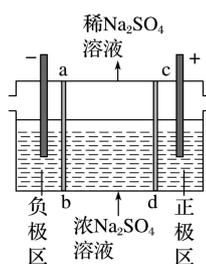

图3
(3)通过加入适量乙酸钠，设计成微生物电池可以将废水中的氯苯转化为苯而除去，其原理如图 3 所示。b 为负极，电极反应式为： $\text{CH}_3\text{COO}^- - 8\text{e}^- + 2\text{H}_2\text{O} \rightleftharpoons 2\text{CO}_2 + 7\text{H}^+$ ，a 为正极，发生
(3)三室式电渗析法处理含 Na_2SO_4 废水的原理如图3所示，采用惰性电极，ab、cd均为离子交换膜，在直流电场的作用下，两膜中间的 Na^+ 和 SO_4^{2-} 可通过离子交换膜，而两端隔室中离子